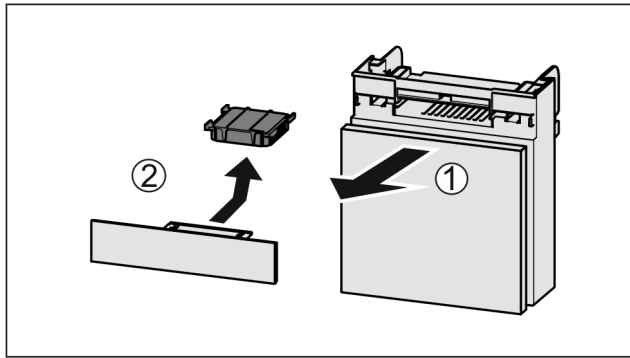

Fig. 214
- ▶ Fach nach vorne herausziehen Fig. 214 (1).
- ▶ Aktivkohlefilter entnehmen Fig. 214 (2).